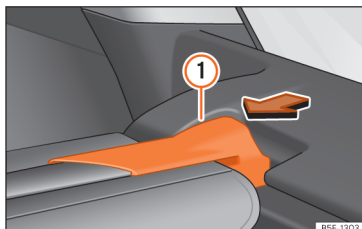

Abb. 126 Im Gepäckraum: Abdeckung ausbauen.
• Drücken Sie die Aufhängung der Abdeckung » Abb. 126 ① in Pfeilrichtung.
• Lassen Sie die Aufhängung der Abdeckung » Abb. 126 ① auf der anderen Seite in der Aufnahme einrasten.